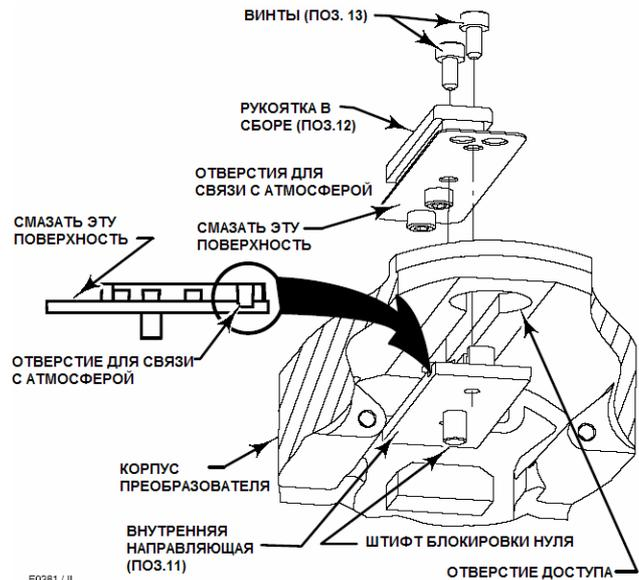

Рисунок 5.4. Установка внутренней направляющей и рукоятки доступа в сборе
6. Поместите внутреннюю направляющую в прорезь внутри корпуса преобразователя так, чтобы воздушные отверстия во внутренней направляющей (фрезерованные пазы во внутренней направляющей, см. рисунок 5-4) смотрели наружу корпуса и находились над окном доступа.
7. Нанесите тонкий слой легкой консистентной смазки на поверхность новой рукоятки в сборе (см. рисунок 5-4), где она будет касаться корпуса преобразователя.